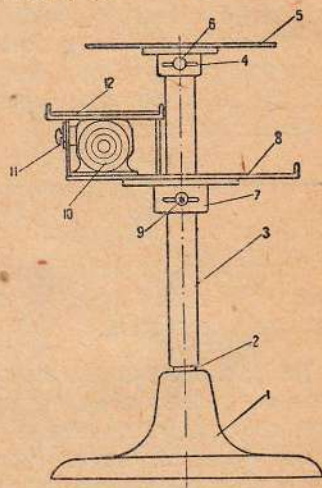

Рис. 3
3. Испытательный стенд (рис. 3) отличается от стенда-колонки тем, что имеет вторую площадку с мотором для вращения испытательного аппарата.